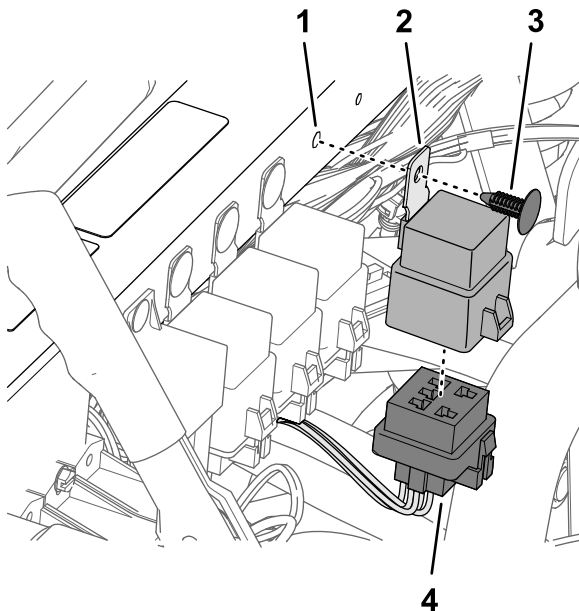

Figura 189
- Ligue o conector de cinco pinos do relé no conector de cinco tomadas (Figura 189) da cablagem do kit rotulado RELÉ ATIVAÇÃO ASC 10 (asc 10 enable relay).
- Alinhe o orifício na patilha de montagem do relé com o orifício no tubo de suporte do para-choques e prenda o relé no tubo com um fixador de pressão (Figura 189).